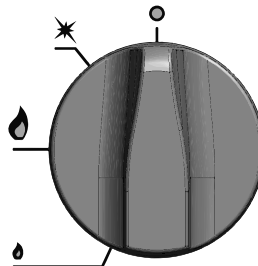

Bild 10. Die Einstellung des Drehknopfes bei welcher ein völliges Abschneiden des Gaszufflusses zu dem Brenner stattfindet
- Man sollte sich vergewissern, ob alle Drehknöpfe der unbenutzten Brenner sich in der Position „der Brenner geschlossen“ (Bild 10) befinden. Die die Herdbrenner steuernden Drehknöpfe befinden sich auf der rechten Seite des Steuerungspanels (Bild 1, Pos.5).
- Nach dem Beenden der Arbeit des Brenners, den Gaszufluss durch das Umdrehen des Drehknopfes (im Uhrzeigersinn) in die Position „geschlossen“ absperren (Bild 10). **Achtung! Bei der Verwendung des Propan-Butan sollte bevor man den Brenner mit Hilfe des Drehknopfes verschließt, das Ventil auf der Flasche verschlossen werden!**